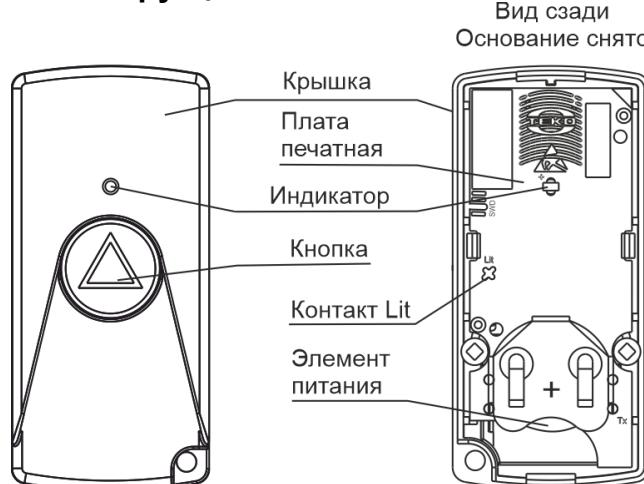

Рисунок 2
**4.1** Конструктивно извещатель выполнен в виде брелока, состоящего из съемной крышки (лицевая сторона) и основания (рисунок 2).